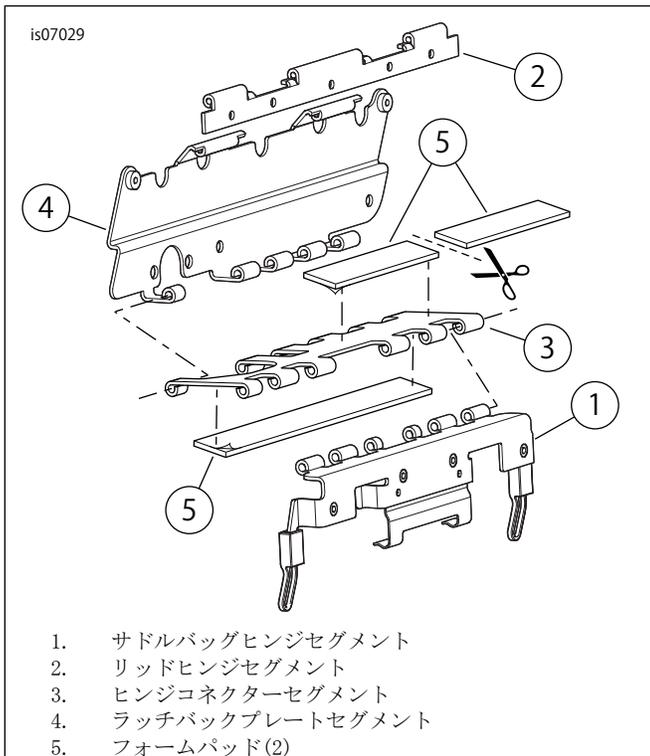

図4. フォームパッドのサドルバッグラッチヒンジ取り付け (左側表示)
「図4」を参照してください。サドルバッグラッチヒンジは、判り易くするためにピンを外した状態で表示してあります。
15. キットからフォームパッド(「図7」、アイテム12)を2つ用意します。1つを「図4」のとおり、半分に切ります。ライナーを切り取っていないパッドの粘着テープから外し、ラッチヒンジコネクタースegment(3)の平面側に固定します。ライナーを、切り取った方のパッドの粘着テープから外し、図のように、ラッチコネクタースegmentのヒンジ側に固定します。